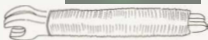

Bild 214
- Die Speichennippel haben eine Vierkant-Schlüsselweite von 6 mm. Erfahrungsgemäss ist die Mauldicke eines Gabelschlüssels so schmal, dass sich beim Lösen oder beim Anziehen der Speichennippel die Ecken des Vierkants wegdrücken, also runden. Um das zu vermeiden hat es sich bewährt, zwei gleiche Gabelschlüssel aufeinanderzulegen und mit Hilfe von Klebeband oder Kupferdraht zu einer Einheit zu verbinden. So verteilt sich die Kraft auf eine doppelt so grosse Fläche. Beschädigung des Speichennippels wird dadurch vermieden (siehe hierzu Bild 214).